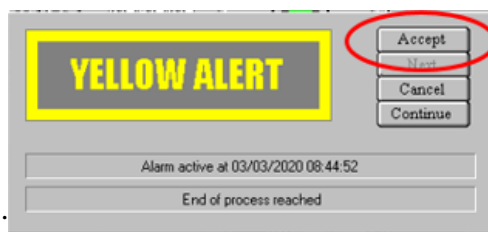

Figure 15 : Page CHAMBER 1
10) Valider « **YELLOW ALERT** » qui apparait lorsque le process est terminé en appuyant sur « **Accept** » (Figure 15).